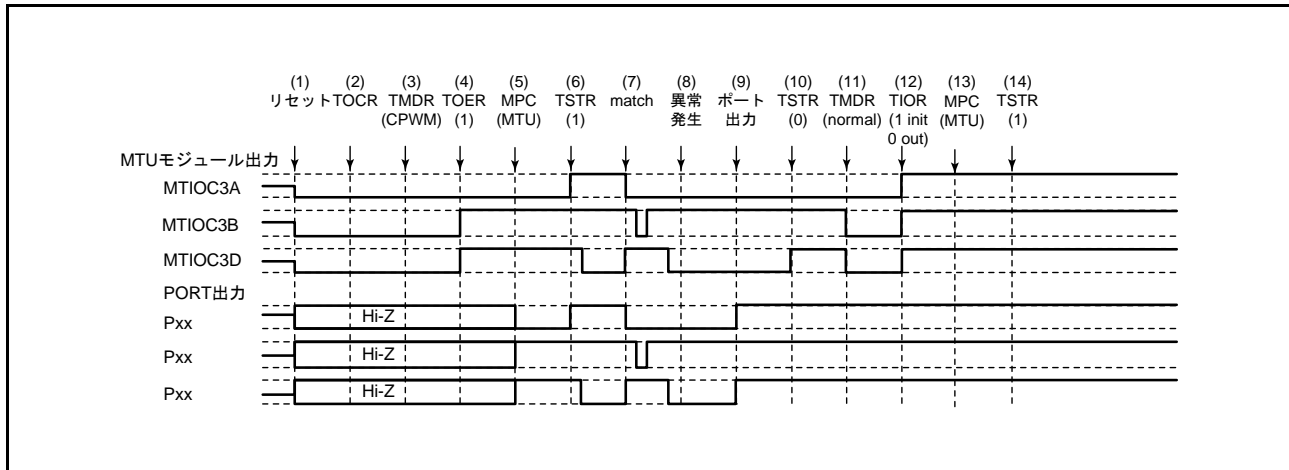

図 20.147 相補 PWM モードで異常が発生し、ノーマルモードで復帰する場合
相補 PWM モードで異常が発生し、再設定後ノーマルモードで再スタートする場合の説明図を図 20.147 に示します。
(1) ~ (10) は図 20.147 と共通です。
(11) PWM モード 1 を設定してください (MTU 出力は Low となります)。
(12) TIOR レジスタで端子を初期化してください。なお、PWM モード 1 では MTIOCnB (MTIOCnD) 端子に波形が出力されません。出力すべきレベルがある場合は、I/O ポートのポート方向レジスタ (PDR)、ポート出力データレジスタ (PODR) で汎用出力ポートの設定をしてください。
(13) MPC と I/O ポートのポートモードレジスタ (PMR) で MTU 出力としてください。
(14) TSTR レジスタで再スタートします。
(23) 相補 PWM モードで動作中に異常が発生し、相補 PWM モードで再スタートする場合の動作
(11) MPC と I/O ポートのポートモードレジスタ (PMR) で MTU 出力としてください。
(12) TSTR レジスタで再スタートします。
(13) コンペアマッチの発生により相補 PWM 波形を出力します。
(11) ノーマルモードを設定し新しい設定値を設定してください（MTU 出力は Low となります）。
(12) TOER レジスタで MTU3、MTU4 の出力を禁止してください。
(13) TOCR レジスタで相補 PWM モードの出力レベルと周期出力の許可 / 禁止を選択してください。
(14) 相補 PWM モードを設定します。
(15) TOER レジスタで MTU3、MTU4 の出力を許可してください。
(16) MPC と I/O ポートのポートモードレジスタ（PMR）で MTU 出力としてください。
(17) TSTR レジスタで再スタートします。
(11) ノーマルモードを設定してください (MTU 出力は Low となります)。
(13) TOCR レジスタでリセット同期 PWM モードの出力レベルと周期出力の許可 / 禁止を選択してください。
(14) リセット同期 PWM モードを設定します。
(16) MPC と I/O ポートのポートモードレジスタ (PMR) で MTU 出力としてください。